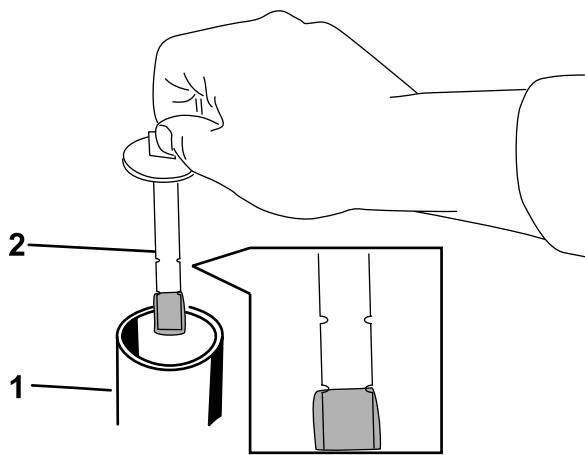

Figura 79
7. Retire el tapón del cuello de llenado y compruebe el nivel de fluido en la varilla (Figura 79).